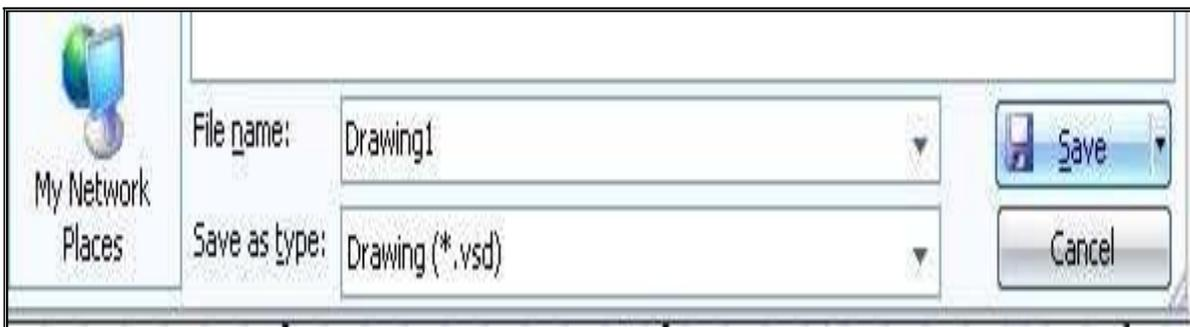

Рис.62. Сохранение файла в формате редактора
19. В программе Visio возможно сохранение рисунков во множестве графических форматов. По умолчанию файлы сохраняются в формате Drawing (Рис. 62). Сохранить рисунок в разных форматах: 1) в собственном формате редактора - с помощью команд **File – Save As** в диалоговом окне «Сохранение» в поле “*Save as type:*” выбрать тип файла **\*.vsd** (по умолчанию).